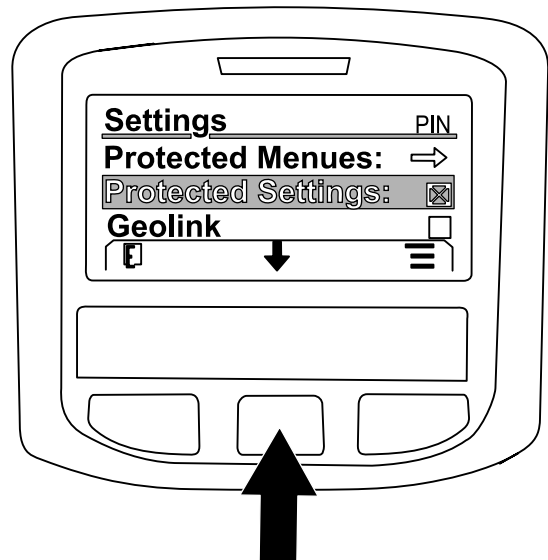

Bild 230
7. Drücken Sie die mittlere Taste, um auf die Option GEOLINK zu navigieren; drücken Sie die rechte Taste, um die Option auszuwählen (Bild 230).